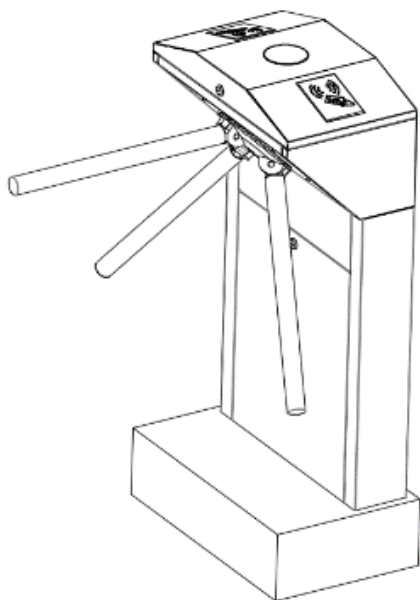

Рисунок 1 – Пенопластовая подставка для транспортировки изделия
- Устройство является турникетом вертикального типа, поэтому имеет утяжелённый верх, в связи с чем неустойчиво, т.е. без крепления к стене или боковой опоре, турникет не используется. Поэтому, после распаковки турникета, не удаляйте пенопластовую подставку снизу его корпуса (см. рис. 1) до его установки.